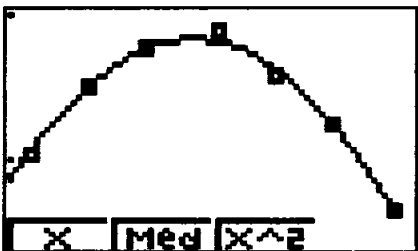

図4 回転数-軸トルクグラフ
②回転数に対する軸トルク・軸出力・燃料消費率の各グラフを表示させる。図4は、表示された回転数-軸トルクグラフである。